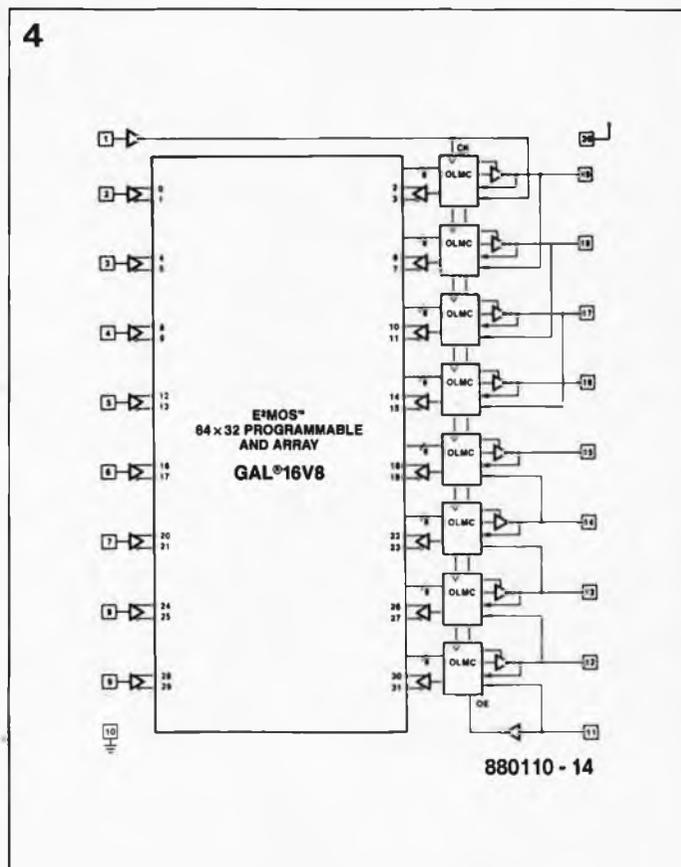

Figure 5. Structure de la GAL® 16V8. On reconnaît le réseau programmable et les macrocellules OLMC.
Semiconductor Corp vient de lancer sur le marché les GAL (*Generic Logic Array*, réseau logique générique). Ce nouveau type de circuit logique réalisé en technologie E²CMOS allie rapidité (temps d'accès compris entre 9 et 17 ns) et faible dissipation (30 à 60 mA). Et plus étonnant encore, cette GAL peut être reprogrammée après avoir été effacée électriquement (finis les PAL grillées pour rien et les tubes à U.V.). Avec ses 20 broches, un type de GAL donné, la 16V8, dont le brochage est donné en marge, est en mesure de remplacer 21 types de PAL différentes, de la 10L8 à la 16P8 en passant par toute la série des 12, 14, L,H,P, ou RP. Comme l'illustre la figure 5, la 16V8 comporte un réseau et 8 OLMC (*Output Logic Macrocells* = macrocellules logiques de sortie) toutes programmables, de sorte que chaque sortie peut être programmée par l'utilisateur. Ses concepteurs ont retenu une architecture compatible avec celle des PAL à 20 broches. La programmation peut se faire à l'aide de logiciels habituellement utilisés pour la programmation des PAL, à
- GAL® Data Book, Lattice Semiconductor Corp, source des figures 5 et 6.